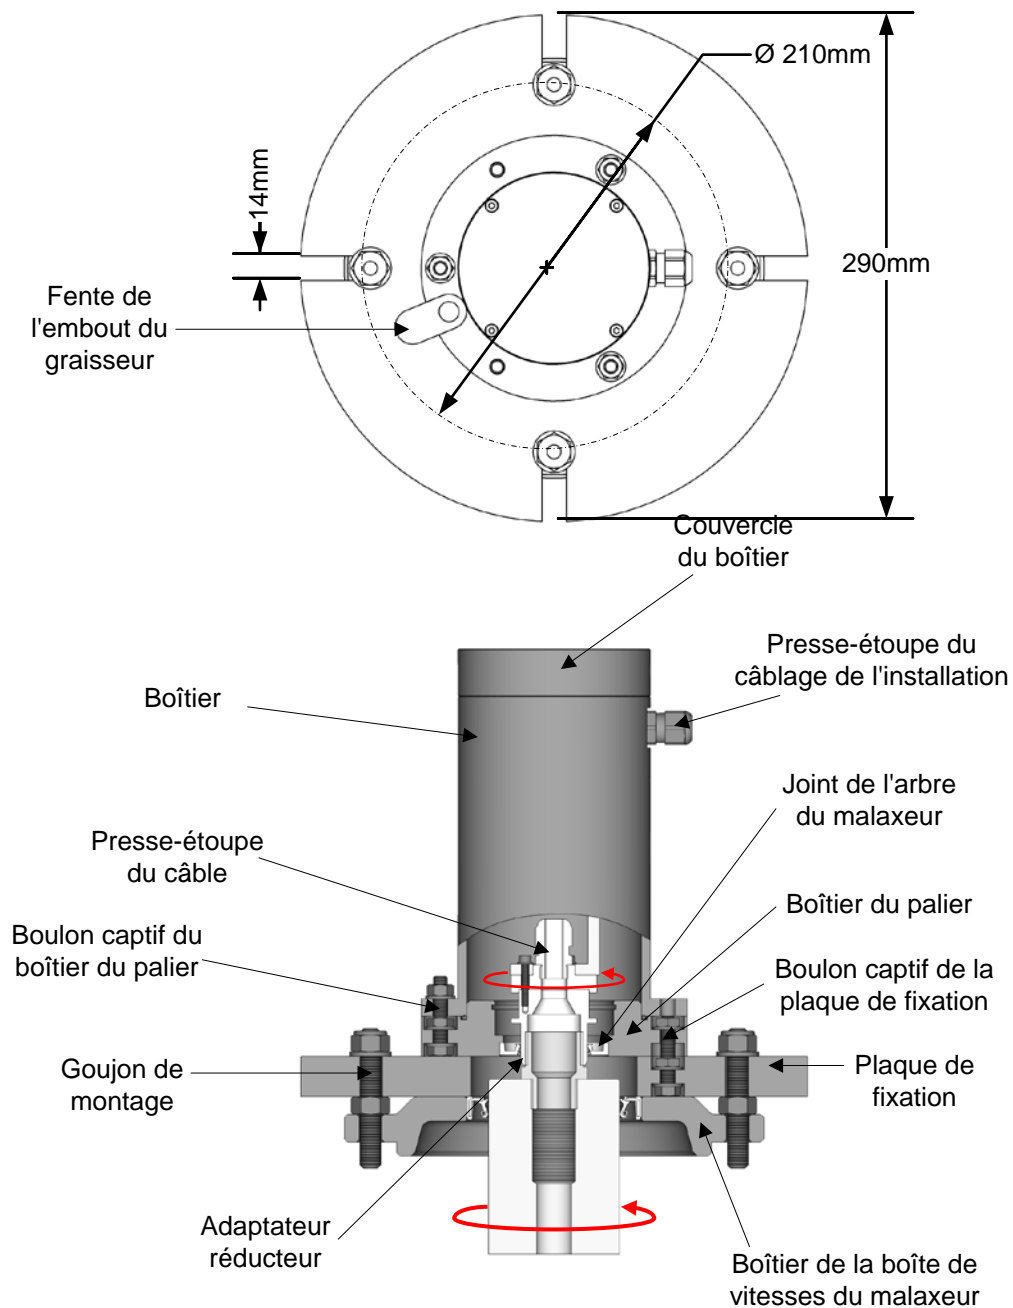

Figure 18: Assemblage d'un connecteur rotatif de type A
Sur certains malaxeurs, des adaptateurs filetés permettent de fixer le support du connecteur rotatif directement sur l'arbre de la boîte de vitesses. Deux réducteurs en laiton sont proposés en fonction du type de malaxeur. L'un est un adaptateur 1 pouce BSP (filetage au pas du gaz) mâle/1/2 pouce BSP mâle et l'autre, un adaptateur 1 pouce BSP mâle/3/4 pouce BSP mâle. La construction utilisant l'un de ces adaptateurs est illustrée en Figure 18.
- Assurez-vous que les boulons captifs qui servent à sécuriser le boîtier du palier sont bien fixés à la plaque de fixation. Voir Figure 18